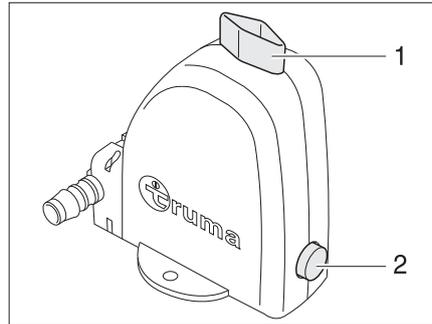

Figure 60 Valve de sécurité et de vidange du chauffe-eau
Le chauffe-eau est équipé d'une valve de sécurité et de vidange (Figure 60). La valve de sécurité et de vidange empêche que l'eau ne gèle dans le chauffe-eau lorsque le chauffage n'est pas allumé en cas de gel. La valve de sécurité et de vidange est montée auprès du chauffage ou bien dans les coffres de rangement du plancher sous la table.
- Fermer la valve de sécurité et de vidange. A cet effet, tourner le bouton rotatif (Figure 60,1) transversalement à la valve de sécurité et de vidange et enfoncer le bouton-poussoir (Figure 60,2).
- Ouvrir la valve de sécurité et de vidange. Tourner le bouton rotatif (Figure 60,1) parallèlement à la valve de sécurité et de vidange. Le bouton-poussoir (Figure 60,2) ressort. Le chauffe-eau est vidé à l'extérieur par le biais de la valve de sécurité et de vidange.